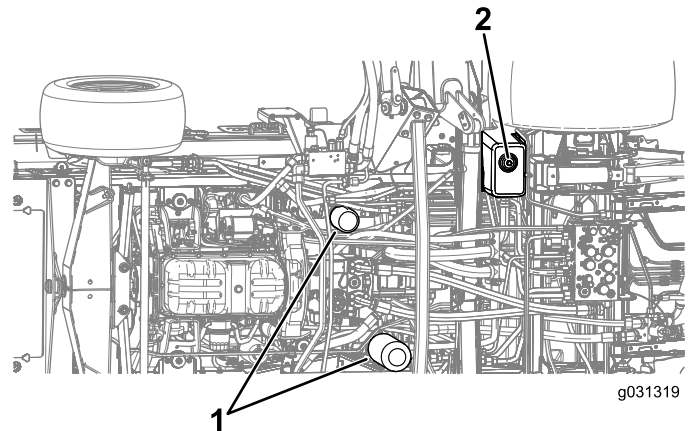

Bild 122
- Nehmen Sie die Ablassschraube unten am Behälter ab und lassen Sie das Hydrauliköl in die Auffangwanne ablaufen (Bild 122).
- Stellen Sie eine Auffangwanne unter den Filter und entfernen den Filter (Bild 122).